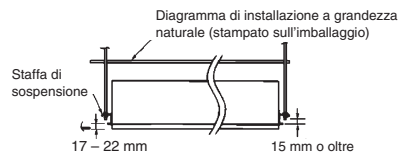
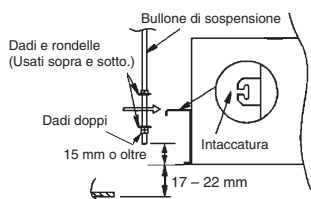

Fig. 3-6
Fig. 3-7
- (1) Le misurazioni dei fori del soffitto e delle posizioni dei bulloni di sospensione devono essere quelle indicate in Fig. 3-1. La lunghezza dei bulloni di sospensione deve estendersi un minimo di 15 mm oltre il fondo della staffa di sospensione dell'unità. Consultare Fig. 3-6.
- La lunghezza dei bulloni di sospensione deve essere tale da lasciare uno spazio di almeno 15 mm sotto il fondo della staffa, come indicato in Fig. 3-7. Se i bulloni di sospensione sono troppo lunghi, entreranno in contatto con il pannello del soffitto e il coperchio del motore dell'aletta, rendendo impossibile l'installazione.
- (3) Avvitare i 3 dadi esagonali e le 2 rondelle (non in dotazione) su ciascuno dei 4 bulloni di sospensione nel modo visto in Fig. 3-7. Usare un dado ed 1 rondella per il lato superiore, e 2 dadi e 1 rondella per il lato inferiore in modo che quest'unità non cada dalle linguette di sospensione.
- (4) L'unità interna deve essere sospesa dai bulloni di sospensione (Fig. 3-7) in modo che la distanza tra il fondo della linguetta di sospensione e la superficie inferiore del soffitto sia compresa tra 17 e 22 mm. (Fig. 3-6) Lo spazio tra l'unità interna e la superficie inferiore del soffitto è regolabile dopo che il pannello del soffitto è stato fissato all'unità.